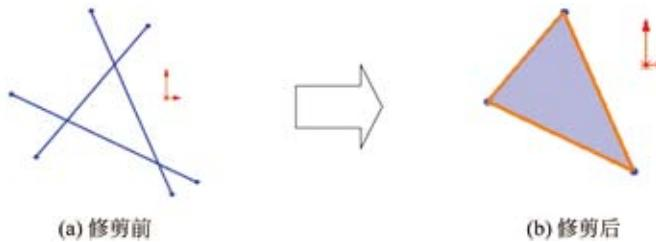
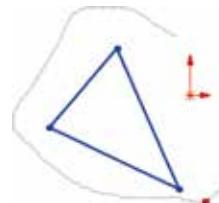

图 3.14 图元修剪
图 3.21 图元的修剪
图元的修剪主要用来修剪或者延伸图元对象，也可以删除图元对象。下面以图 3.14 为例，介绍图元修剪的一般操作过程。
- 步骤 4 在系统 选择—实体或拖动光标 的提示下，拖动鼠标左键绘制如图 3.21 所示的轨迹，与该轨迹相交的草图图元将被修剪，结果如图 3.14 (b) 所示。